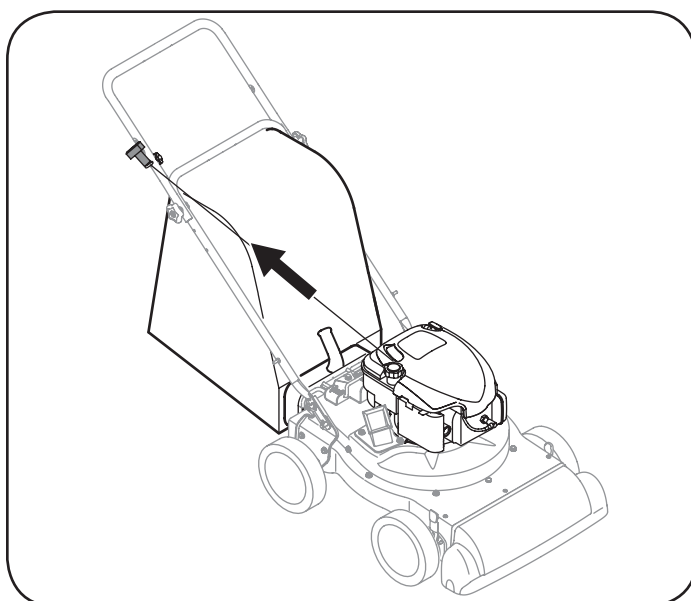

Figura 11
7. Situado detrás de la unidad, tome la manija del arrancador y tire de la cuerda hasta que sienta un tirón. Vea la figura 11.